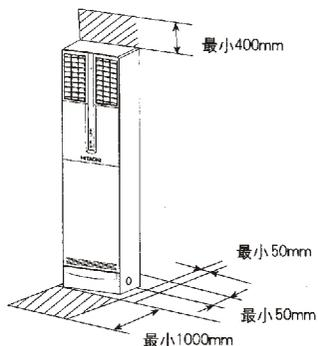

图1 操作空间
- (1) 室内机周围应留有足够空间，否则会妨碍室内机空气流通及日后的维修工作，如图1所示。